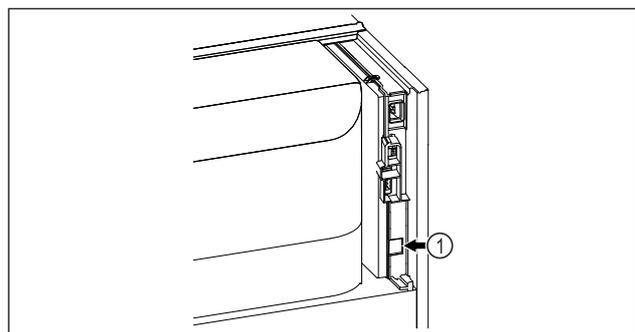

Fig. 86
- SmartModule Fig. 86 (1) è inserito.